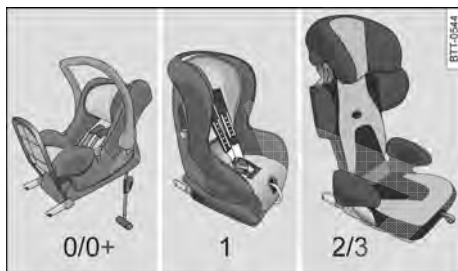

Fig. 21 Exemplo de representação de cadeiras de criança.
- **Classe de peso 0/0+:** do nascimento até a idade de aproximadamente 18 meses, são adequados os bebês-conforto voltados para trás → Fig. 21 do grupo 0/0+ ou 0/1.